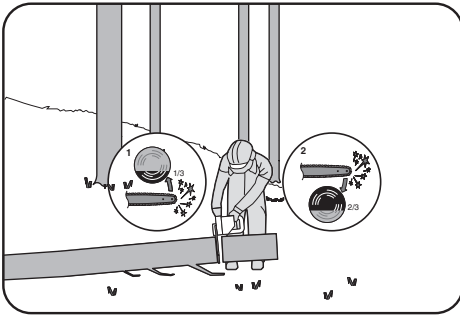

Fig. 4
Lorsque le rondin repose sur une seule extrémité, comme représenté à la Figure 4, couper 1/3 du diamètre du côté situé au-dessous (tronçonnage par le dessous) (1). Ensuite, effectuer la finition de coupe en tronçonnant par le dessus (2) afin de rejoindre la première coupe.